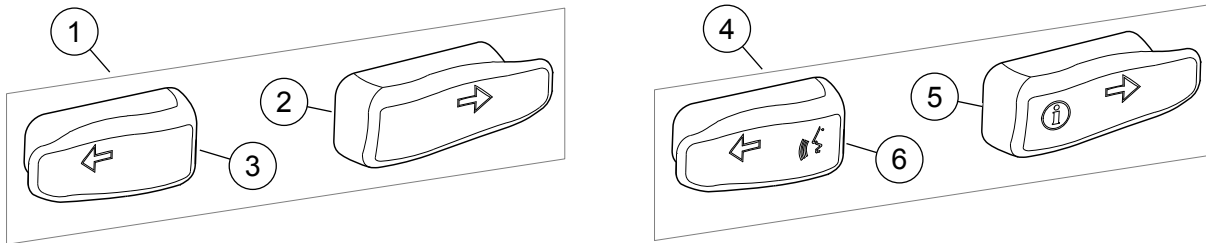

Figura 3. Kits de tapas de extensión para interruptor de las señales de giro
Vea la Figura 3 y la Tabla 1.
2. Vea la Figura 3. Escoja del kit la correcta tapa de extensión del interruptor de las señales de giro.